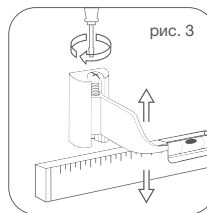

рис. 3
**!** **Для того, чтобы идеально ровно смонтировать радиатор на стену, используйте оригинальные регулируемые кронштейны Royal Thermo (рис. 3).**